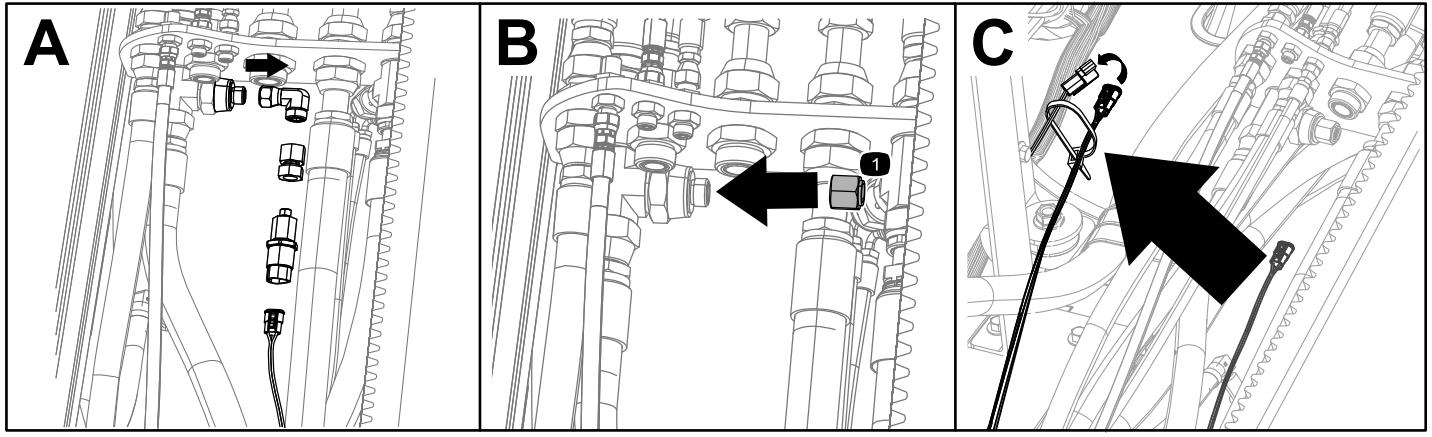

Figura 8
2. Deslique a cablagem da união do transdutor (Caixa A de Figura 8).
3. Retire o conjunto do transdutor e união atualmente instalado (Caixa A de Figura 8).
4. Instale a tampa na porta (Caixa B de Figura 8).
5. Mova as cablagens atuais sobre a estrutura e ligue à nova cablagem (Caixa C de Figura 8).